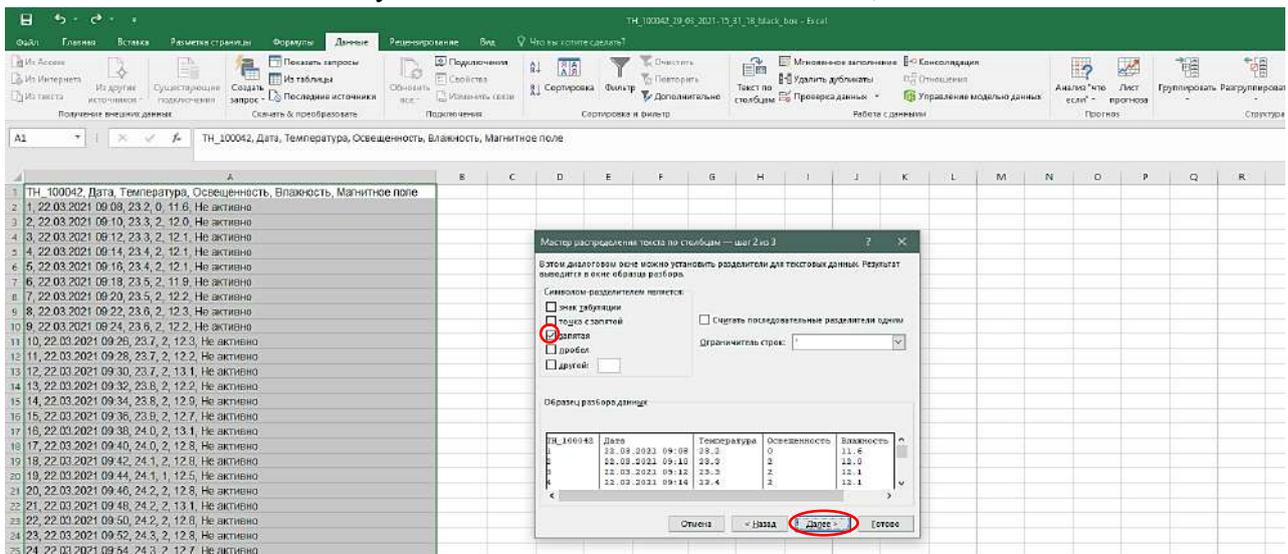

Рисунок 15 – Шаг 2
- «**Символ-разделитель**» выбрать «**Запятая**» (рис. 15), нажать «**Далее**»;